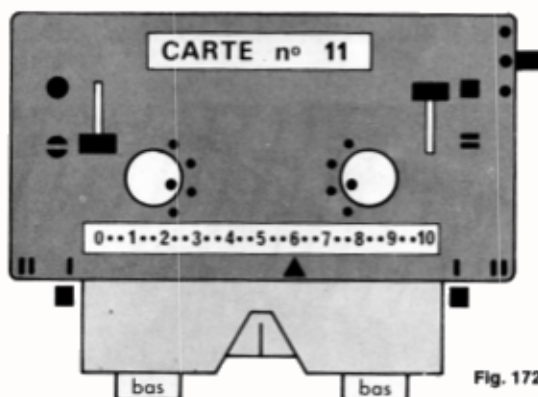

Fig. 172
- Régler le chariot comme fig. 172 (leviers sur "marche") et passer le chariot à gauche. Les aiguilles se sélectionnent,